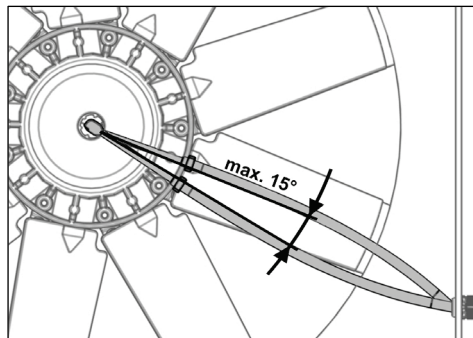

Abb. 31
- Spannung überprüfen und ggf. Druckschlauch neu spannen (siehe Abb. 31).